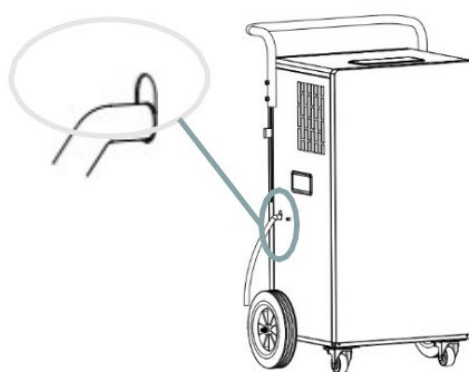

Fig. 4
3. Fixez le tuyau de vidange court (diamètre intérieur 12 mm) à la sortie de drain continu. (fig.4)